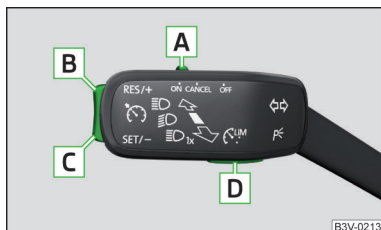

Fig. 295
Vue d'ensemble des éléments de commande du GRA » fig. 295
- Actionnez la touche **D** » fig. 295 pendant le réglage pour l'interrompre et activer le limiteur de vitesse.